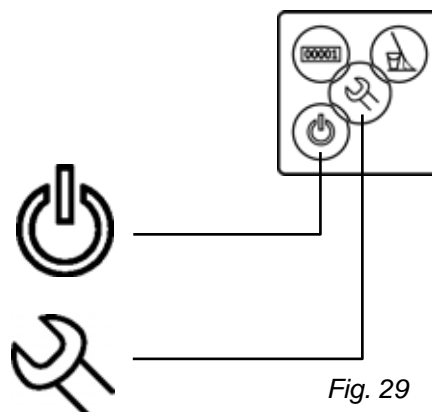

Fig. 29
7.7 Fonctions de blocage manuel (fig. 29)